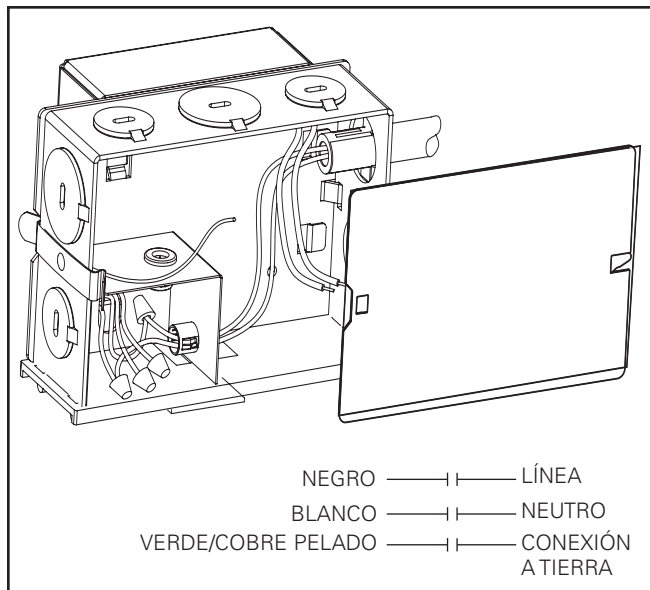

Figura 13.
2. Extraiga la cubierta de la caja de derivación (Figura 13.).